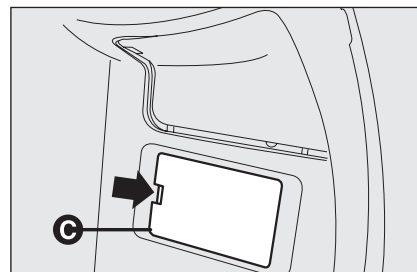

fig. 43
- ☐ abra la tapa **C-fig. 43** de acceso a la centralita fusibles interviniendo en el punto indicado por la flecha.